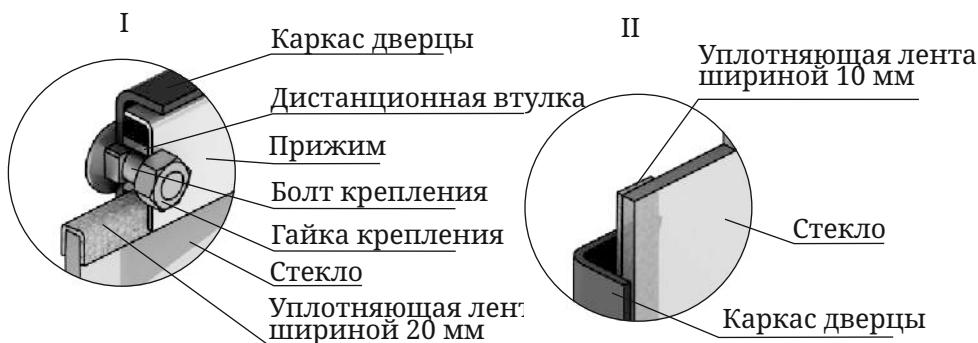

Рисунок 17. Крепление светорозрачного экрана дверцы модификации «Витра»
1. Отверните две гайки, фиксирующие прижим (рисунок 17.I), демонтируйте его и дистанционные втулки.
3. Возьмите новое стекло. Если на нем нет уплотняющих лент, наклейте их: лента шириной 20 мм наклеивается сверху и снизу стекла «П» - образно (рисунок 17.I), лента шириной 10 мм наклеивается вертикально, вдоль боковых сторон стекла (рисунок 17.II).
4. Вставьте стекло в упор, при этом лента, наклеенная с боковых сторон (вертикальная) должна быть зажата между стеклом и каркасом дверцы (рисунок 17.II).
*Внимание! Гайки, крепящие прижим накручиваются на болты крепления через дистанционные втулки (рисунок 17.I).*